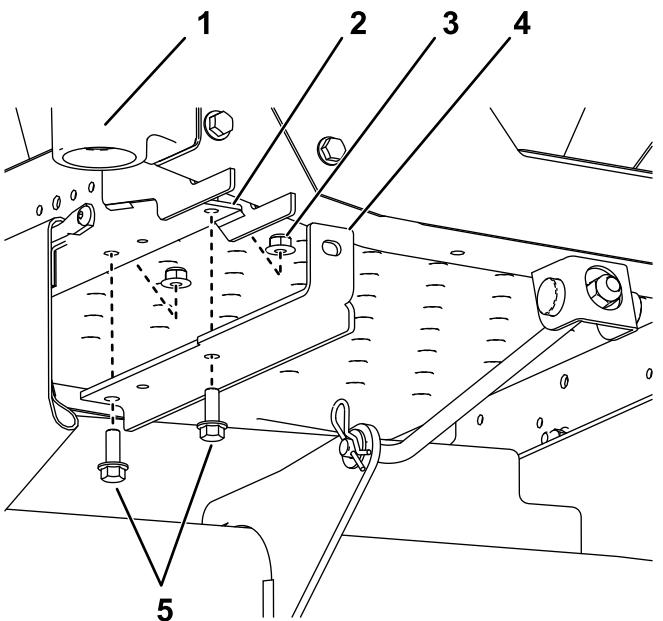

Figure 4
1. Fixez les supports de montage des masses sur le dessous du cadre au moyen de 2 boulons (3/8" x 1") et 2 contre-écrous (3/8"), comme montré à la Figure 4.